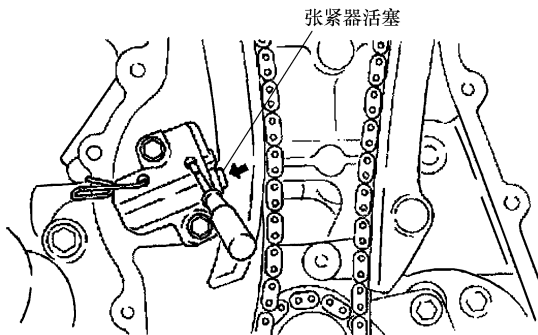

图 25-7 固定正时链条张紧器活塞
3) 按照图 25-7 所示，用直径约 1.5mm 的金属丝固定住正时链条张紧器的活塞。